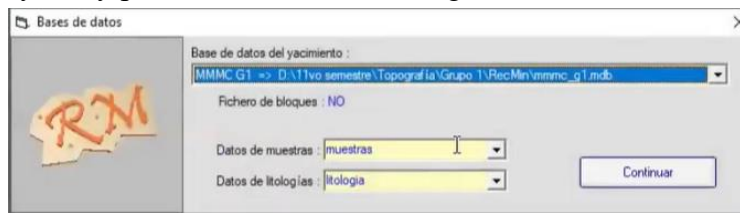

Figura 322. Dirección de la carpeta.
30. En la ventana “Base de datos”, verificar la dirección de la carpeta en la cual se encuentra guardado el proyecto y presionar “Continuar”. Figura 322.